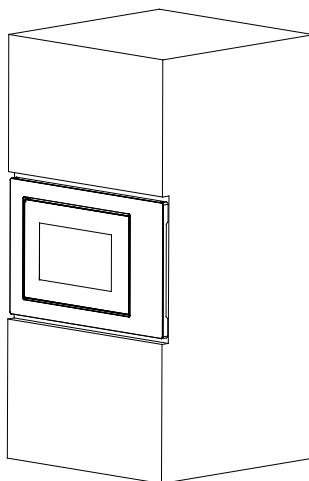

Abb.2
- b) Schieben Sie den Mikrowellenherd bis zum Ende. (Abb. 2)